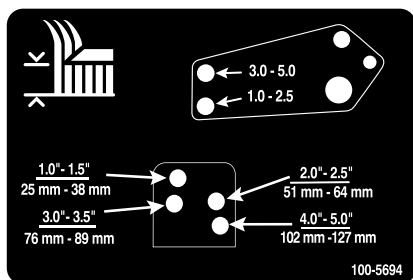

Figure 26
10. Alignez les trous de la bielle d'amortisseur et ceux du support de hauteur de coupe sélectionnés dans le cadre du tablier de coupe (Figure 26), puis insérez les axes de chape et installez les goupilles fendues.